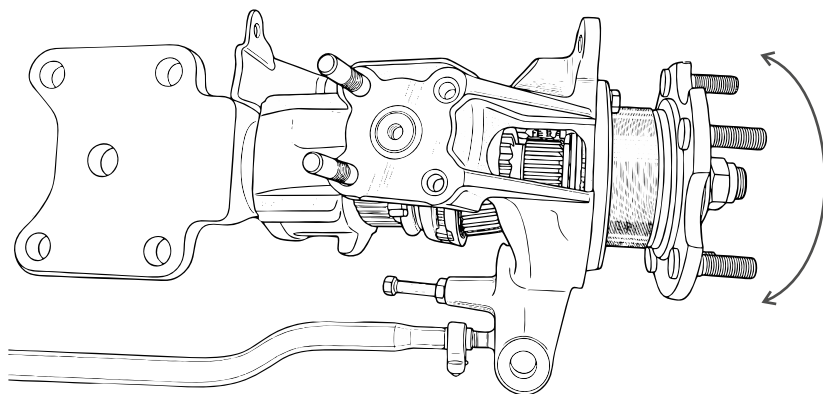
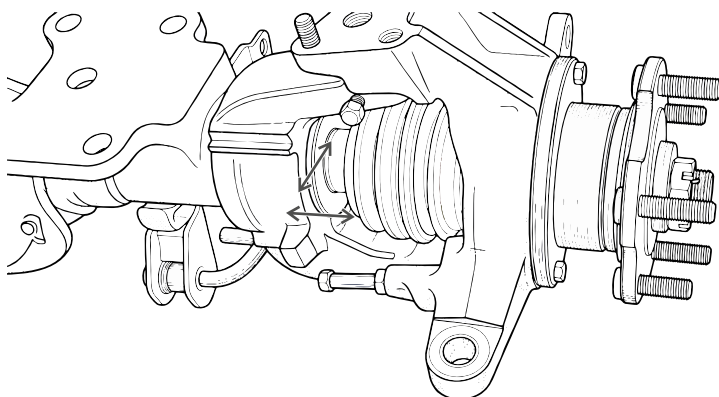

Рис. 5
Рис. 6
7. Покачайте кулак из стороны в сторону (рис.5). При этом полуось ШРУСа должна остаться неподвижной. Если при качании кулака, полуось перемещается вперед-назад или вправо-влево (рис. 6), значит точка перелома ШРУСа смещена относительно оси вращения поворотного кулака. **Эксплуатировать ШРУС, установленный со смещением ЗАПРЕЩЕНО.**